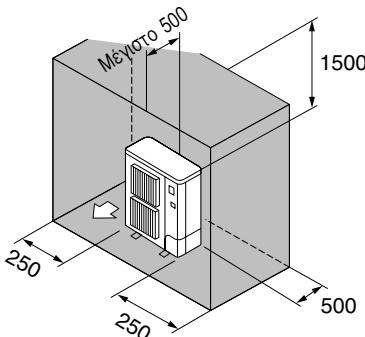

Fig. 2-7
⑥ Εμπόδια στην πίσω, στις δύο πλαϊνές και στην επάνω πλευρά μόνο (Fig. 2-7)